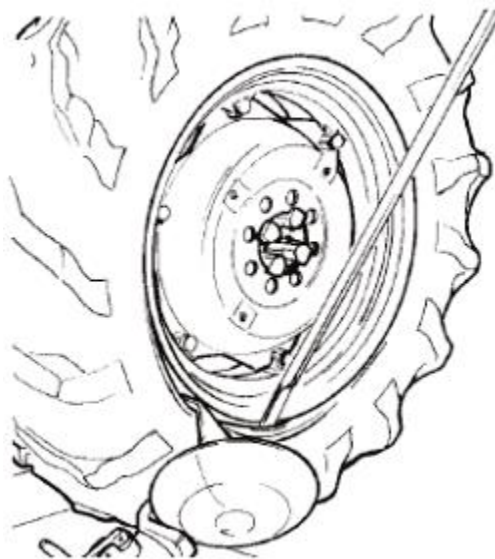

Рис. 23
5) Вставьте рычаг (см. рис.23) между ободом и бортиком справа от съемного рычага.